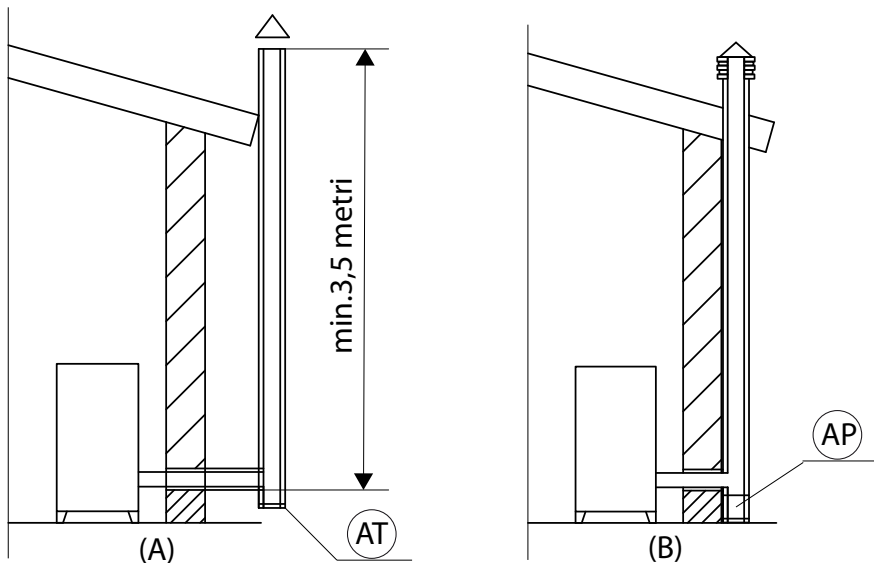

FIGURE 1 - CONDUIT DE FUMÉE
Un simple puits de lumière en ciment doit être au moins de catégorie T400 (ou plus si l'appareil le requiert) et résistant au feu de suie. Dans les deux solutions, prévoir un bouchon d'inspection (AT) ou un volet d'inspection (AP) - FIG. 1.